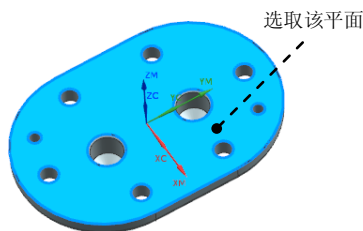
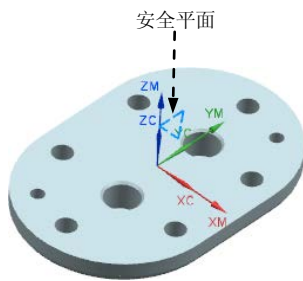

图 19.13 选取参照平面
图 19.14 创建安全平面
Step3. 单击“安全平面”对话框中的 **指定** 按钮，系统弹出“平面”对话框，选取图 19.13 所示的平面为参照，然后在 **偏置** 区域的 **距离** 文本框中输入值 20.0，单击 **确定** 按钮，系统返回“安全平面”对话框并创建一个安全平面，如图 19.14 所示。